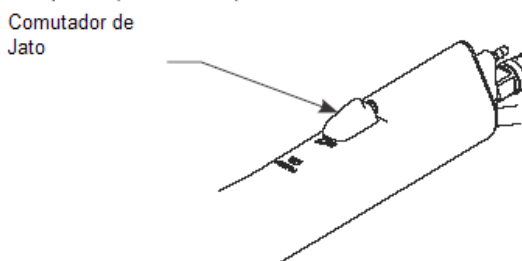

Figura 2 – Comutador de Jato
9. Utilizando o Comutador de Jato (figura 2) fornecer a irrigação para a ponta do cortador, conforme solicitado (ver tabela 1).